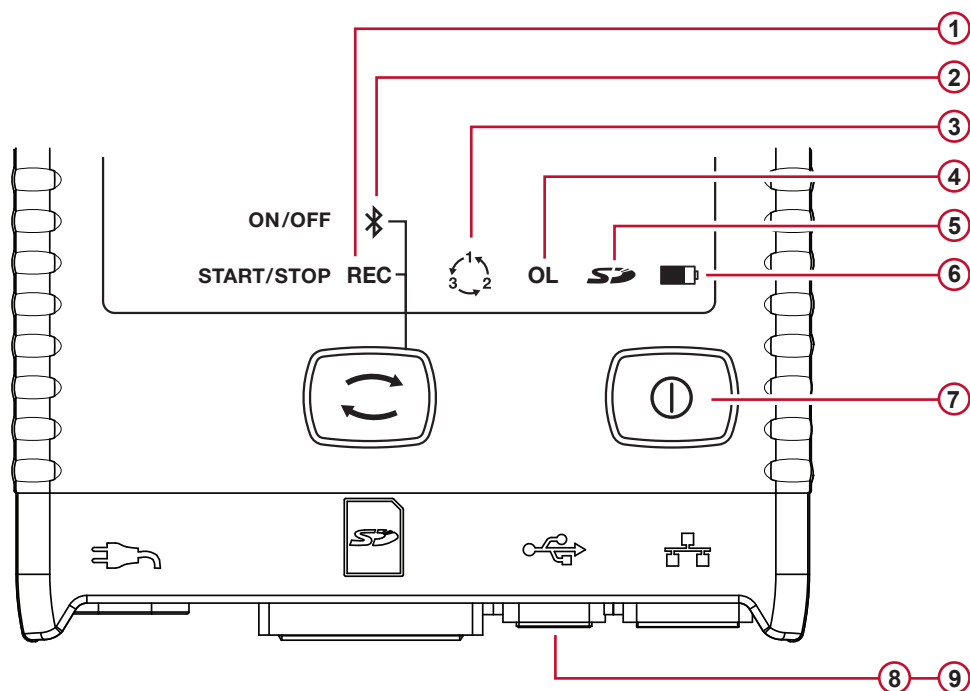

Figure 9
- Le voyants REC vert (n° 1 sur la Figure 9) s'allume 3 s et Bluetooth bleu (n° 2 sur la Figure 9) s'allument successivement pendant 3 secondes chacun. Pendant que chacun de ces boutons est allumé, vous pouvez définir leur fonction de la manière indiquée ci-dessous.